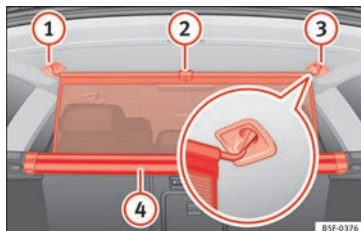

Fig. 124 No porta-bagagens: fixar a rede de separação.
- Puxe a aba para cima » **Fig. 124** (2) para tirar a rede da carcaça (4).
- Prender a rede de separação do lado esquerdo (3) (imagem ampliada).
- Prender a rede de separação no alojamento do lado esquerdo (1) puxando a barra.